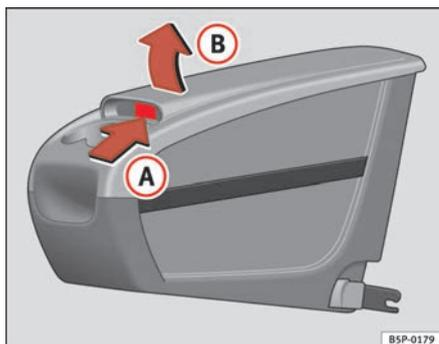

Fig. 114 Rangement mobile. Ouverture
- Levez le couvercle (B), par la zone (A) ⇒ page 153, fig. 114.